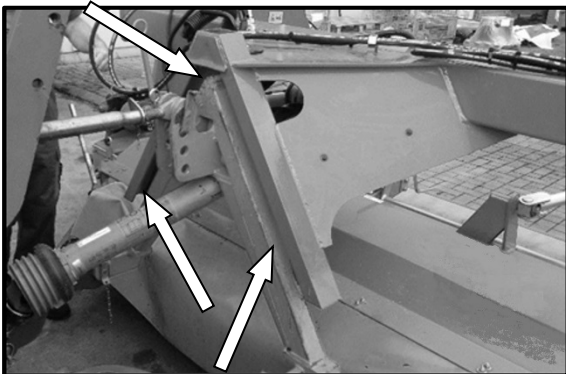

Abb. 55 Traktor beim Ankuppeln des Weistedreiecks an das Kuppeldreieck der Maschine
- Fahren Sie dann mit abgesenkter Fronthydraulik an die Maschine heran und kuppeln Sie die Maschine durch Aufnahme (Ausheben) über das Weiste-Dreieck an. (Abb. 55)